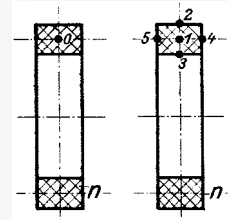

Bild 12. Zwei Spulen, parallel, koaxial, großer Wicklungsquerschnitt
**Fall 3c. Zwei Spulen, koaxial, parallel, gleicher Durchmesser, rechteckiger Wicklungsquerschnitt groß im Verhältnis zu den anderen Abmessungen (Bild 12)**